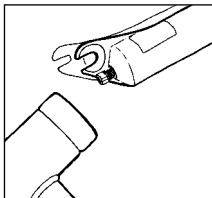

Fig. 8
4. Desserrez partiellement l'écrou pneumatique à l'aide d'une douille de tapotez fermement avec un maillet en caoutchouc pour libérer les arbres du tube inférieur (fig. 8), puis enlevez complètement les boulons. Enlevez l'écrou de 8 mm qui retient la cartouche du côté de l'amortissage, et desserrez l'arbre de la cartouche du tube inférieur en posant l'écrou sur l'arbre d'amortissage. Placez une douille de 8 mm sur l'écrou et tapez fermement sur la douille.